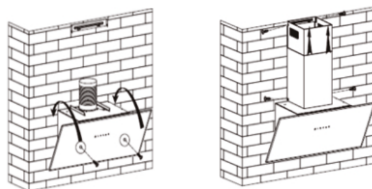
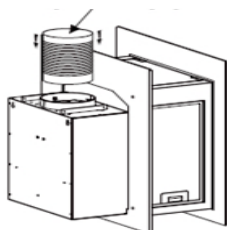

Fig. 2
Fig. 3
3.6.3 - Faça 8 furos para instalação no teto de acordo com a placa de fixação/suspensão, utilize os 8 parafusos escareados de bucha **ST6 * 40 mm** para fixar no teto. Veja a (**Fig. 2**). Se o teto for feito de concreto, ao invés dos furos redondos use os 4 furos oblongos na placa de fixação/suspensão para perfurar o teto de instalação, use 4 parafusos e buchas **F6 * 60mm**. Conforme o desenho os parafusos devem ser usados para fixar a placa no teto.
Siga os passos 1 e 2 da **Fig.2** para colocar a extremidade dos 4 cabos nas respectivas ranhuras da placa superior da coifa e utilize 4 parafusos cabeça chata **ST4 8mm** para bloquear os cabos de aço e evitar que deslizem para fora. **Fig.3 e 4**